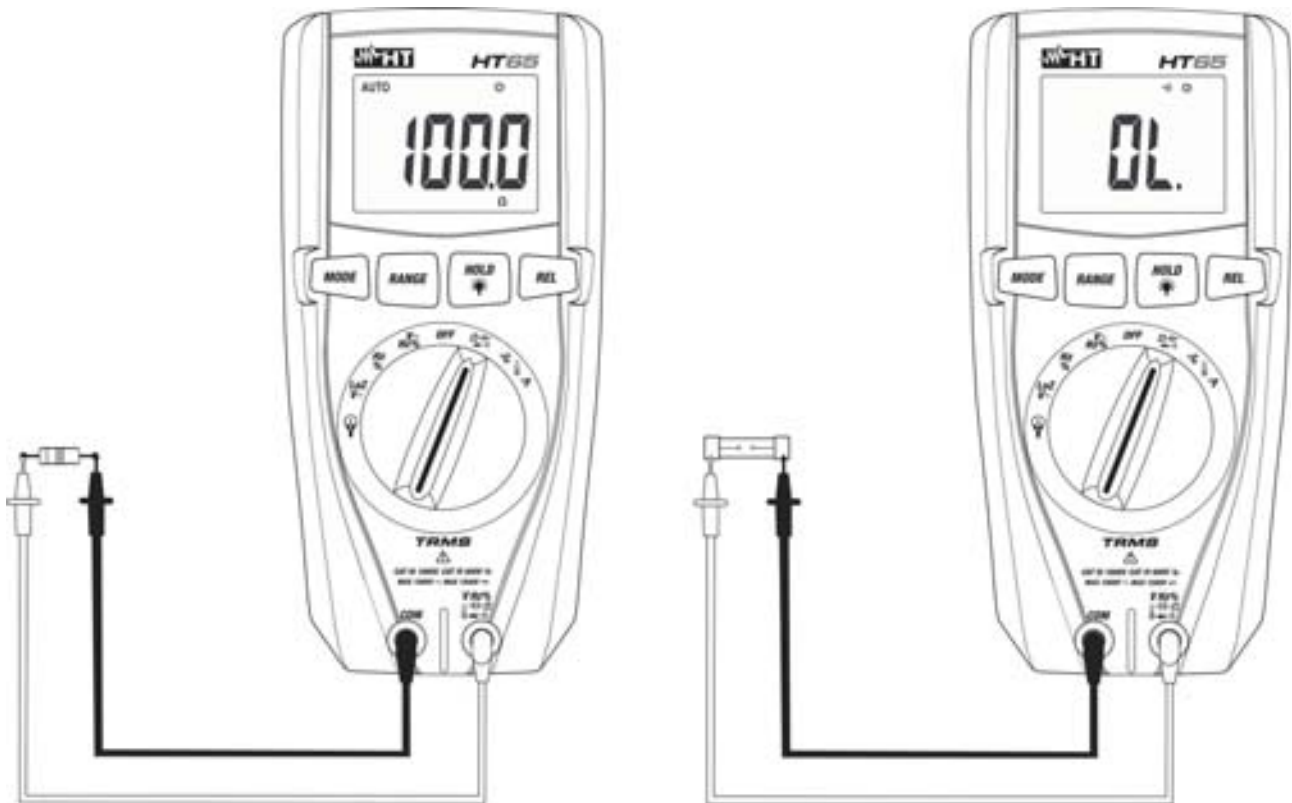

Fig. 6: Utilisation de l'instrument pour mesure de Résistance et Test de Continuité
3. Positionner les embouts sur les points désirés du circuit sous test (voir Fig. 6). La valeur de résistance est visualisée à l'écran.